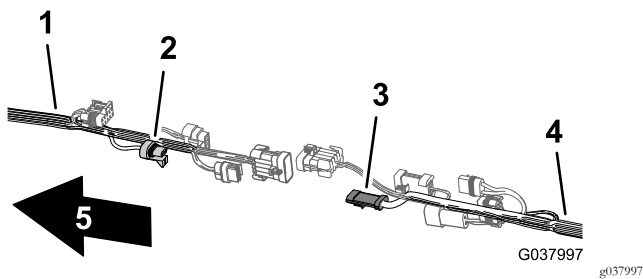

Figure 107
3. Branchez le connecteur à 3 douilles du faisceau avant du débitmètre au connecteur à 3 broches du faisceau arrière du débitmètre (Figure 107).